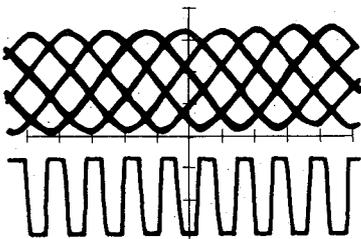

Abb. 42
- 4) VR101 (AFC) auf Platine PB-2 so einstellen, daß die Wellenformen von Kanal 1 (HF) und Kanal 2 (PLCK) des Oszillographen gemäß Abbildung 42 synchronisiert sind.